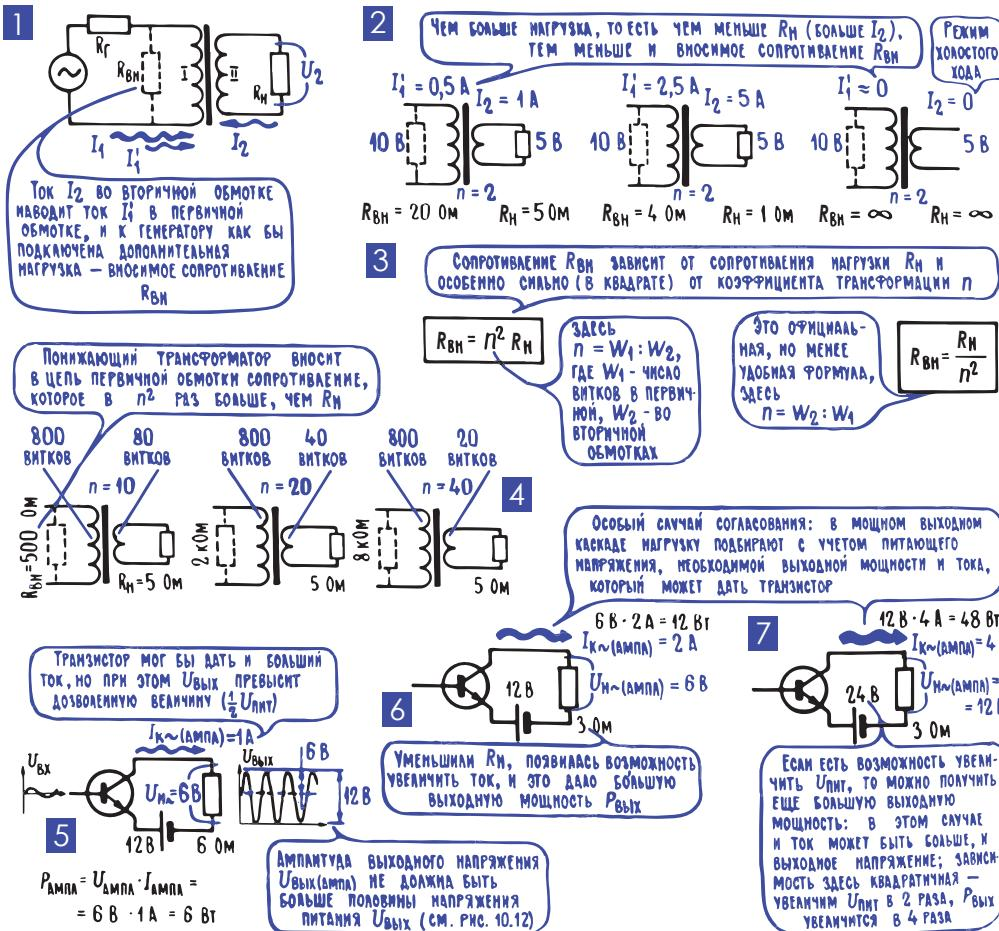

Рис. 12.3. Согласование с помощью трансформаторов
*7. При трансформаторном включении нагрузки в цепи генератора действует вносимое сопротивление, которое может быть больше или меньше, чем сопротивление самой нагрузки.* Вспомните, как работает трансформатор (гл. 6; 25): переменное напряжение  $U_1$ , подведенное к первичной обмотке I, создает в ней переменный ток  $I_1$ ; он наводит переменное напряжение  $U_2$  и создает ток  $I_2$  во вторичной обмотке II (рис. 12.3). Но на этом дело еще не кончается: ток  $I_1$  сам создает переменное магнитное поле и наводит ток  $I'_1$  в первичной обмотке. Если, вернувшись к старому нашему методу мысленных экспериментов, снять с трансформатора вторичную обмотку, а первичную подключить к генератору, то ток в этой одинокой первичной обмотке будет сравнительно небольшим, он определится лишь в основном индуктивным сопротивлением  $x_L$ . А если вернуть на место вторичную обмотку и подключить к ней нагрузку, ток в первичной обмотке резко увеличится. Это как раз и начнет работать ток  $I_1$  – он начнет наводить ток  $I'_1$  в первичной обмотке. Тот факт, что к первичной обмотке трансформатора подведено напряжение  $U_1$  и в ней течет ток  $I'_1$ , означает, что в этой обмотке имеется какое-то сопротивление, устанавливающее связь между током и напряжением ( $R = U / I$ ; гл. 4; 3). А поскольку сам ток  $I'_1$  как бы вносится в первичную обмотку из вторичной обмотки, то и сопротивление  $R = U \cdot I'_1$  называют вносимым сопротивлением  $R_{\text{вн}}$ .
Итак, мы уменьшаем  $R_H$ , увеличиваем тем самым ток  $I_2$  во вторичной обмотке. И тут же увеличится наведенный в первичную обмотку ток  $I_1$ . А это значит, что сопротивление  $R_{\text{вн}}$  зависит от сопротивления нагрузки  $R_H$  (рис. 12.3; 2, 3) — чем меньше  $R_H$ , тем меньше и вносимое сопротивление  $R_{\text{вн}}$ . В предельном случае, когда  $R_H$  бесконечно велико (цепь вторичной обмотки не замкнута, холостой ход),  $R_{\text{вн}}$  тоже бесконечно велико, то есть, проще говоря, его нет.
ков в первичной и вторичной обмотках (рис. 12.3; 4, 5, 6). Причем зависит очень сильно – коэффициент трансформации дважды влияет на величину  $R_{\text{вн}}$ . Первый раз, когда из первичной обмотки во вторичную наводится ток  $I_1$ , и второй раз, когда обратно из вторичной обмотки в первичную наводится ток  $I_1$ . Поэтому  $R_{\text{вн}}$  зависит от квадрата коэффициента трансформации  $n$ : увеличьте его в два раза, и вносимое сопротивление возрастет в четыре, увеличьте  $n$  в 5 раз, и  $R_{\text{вн}}$  возрастет в 25 раз (рис. 12.3; 4).